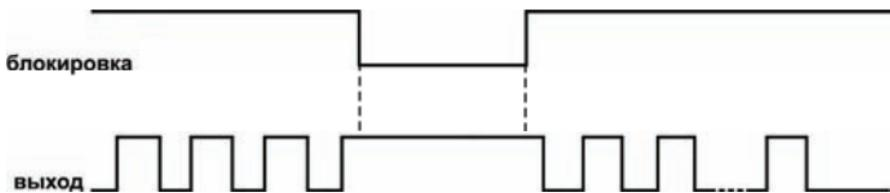

Рисунок 8
3.1.2.4 Низкий уровень сигнала «Блокировка» останавливает выполнение программы (рисунок 8). При этом выходное устройство остается в том состоянии, в котором оно было в момент прихода сигнала. Задержка реакции прибора на изменение сигнала блокировки составляет не более 0,1 мс. После снятия сигнала выполнение программы продолжится с момента остановки.